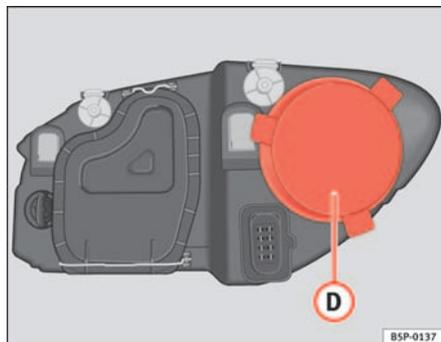

Fig. 185 Luz de población
- Retire la tapa ⇒ fig. 185 **D** tirando de la misma.